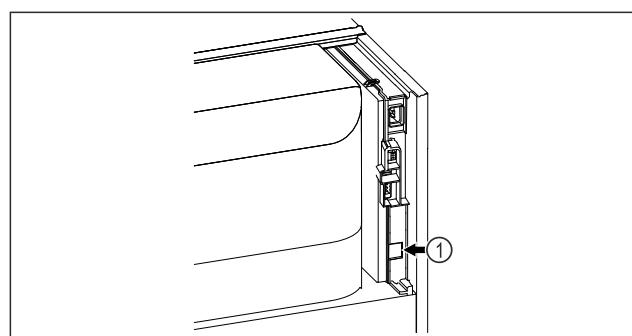

Fig. 132
- To SmartModule Fig. 132 (1) είναι τοποθετημένο.